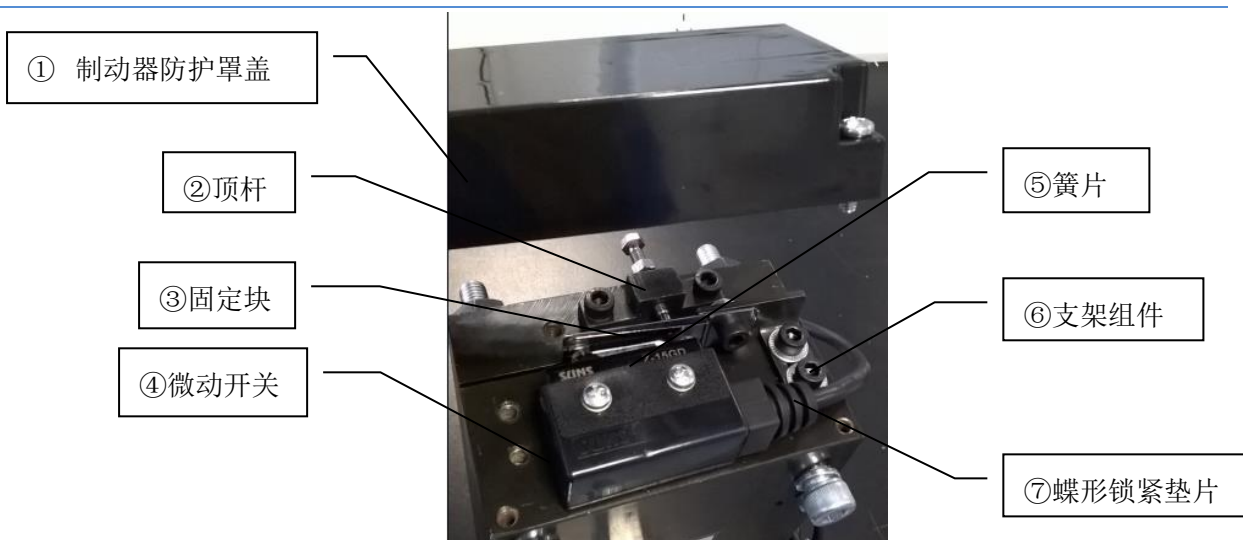

图 29 顶杆机构组成部分
制动器顶杆机构由制动器防护盖①，顶杆②、固定块③、微动开关④、簧片⑤、支架组件⑥、以及蝶形锁紧垫片⑦组成，见 P22 图 29 所示。制动器顶杆机构行程的调整，在装有微动开关和簧片的支架固定后，通过调整顶杆位置改变顶杆行程的大小来保证微动开关的可靠动作。